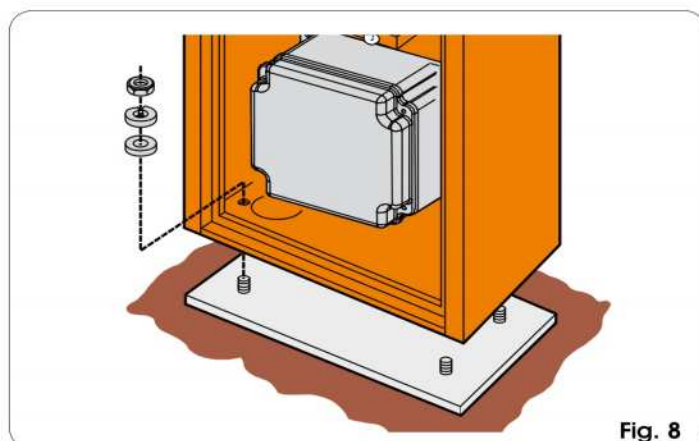

Fig. 8
- 1) Fije el montante a la placa de cimentación con las cuatro tuercas suministradas en dotación (fig.8) y compruebe la configuración de la barrera como se muestra en la figura 7. Considere que la portezuela del montante normalmente ha de estar dirigida hacia el interior de la propiedad.